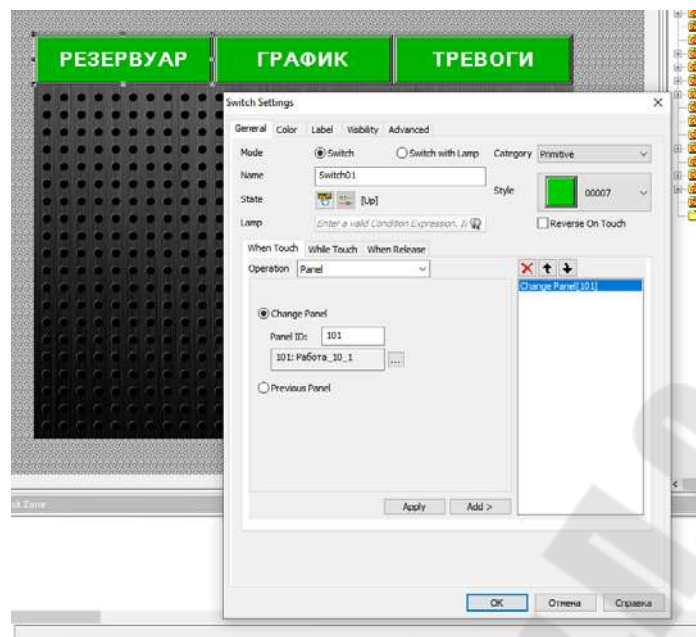

Рис. 17.1. Создание панелей
1. Создадим три идентичные панели (рис. 17.1). На каждой из панелей разместим по три элемента *Switch* с функцией *смена панели* и с надписью «Резервуар», «График», «Тревоги».